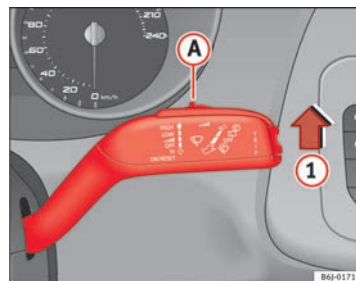

Fig. 65 Leva dell'impianto tergicristalli
- Spostare la leva del tergicristallo nella posizione ① ⇒ fig. 65.